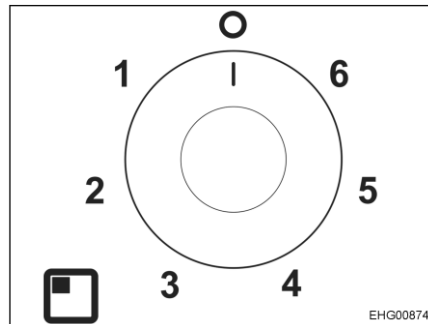

Bild 128 Drehregler für Elektrokochplatte
- Drehregler (Bild 128) auf gewünschte Temperaturstufe stellen.